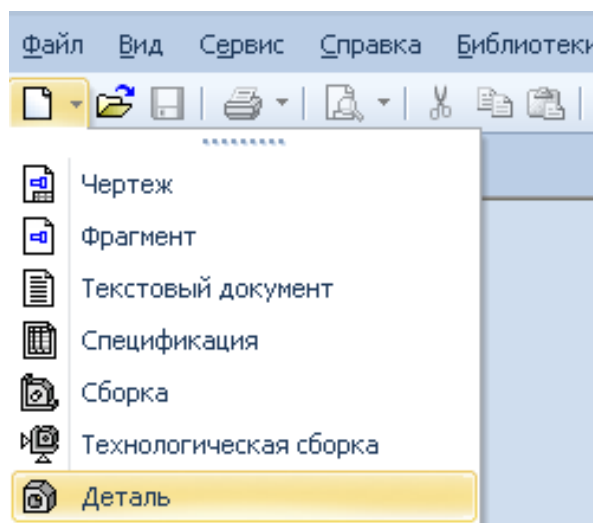

Рис. 3.5.1
1. Створити новий документ «Деталь» (рис. 3.5.1).